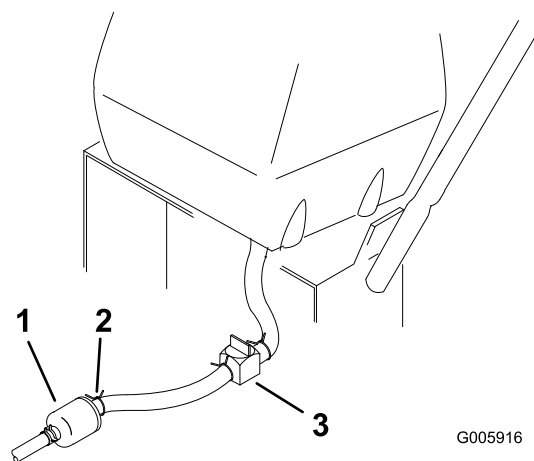

Figure 39
2. Fermez le robinet d'arrivée de carburant sur le réservoir (Figure 39).
3. Pincez les extrémités du collier de fixation et poussez le collier en haut de la conduite d'alimentation, à l'opposé du filtre à carburant (Figure 39).
4. Débranchez la conduite d'alimentation du filtre à carburant (Figure 39). Ouvrez le robinet d'arrivée de carburant et laissez l'essence s'écouler dans un bidon ou un bac de vidange.
3. Fermez le robinet d'arrivée de carburant sur le réservoir (Figure 39).
4. Pincez les extrémités des colliers et faites glisser ceux-ci pour les éloigner du filtre (Figure 39).
7. Ouvrez le robinet d'arrivée d'essence sur le réservoir (Figure 39).